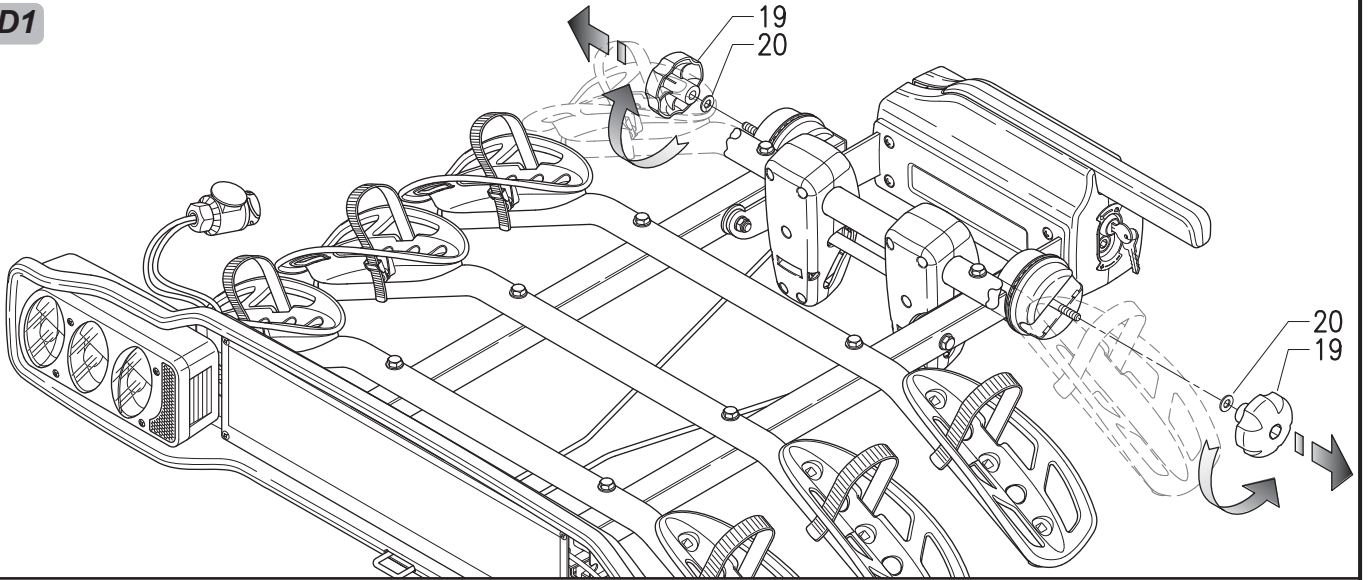

Fig. D2
- 2) Die Stopfen 3 in die Tragbügel 4 (Abb. A) und den Befestigungsbügel 5 einfügen (Abb. D2).
- Die Schritte 1, 2 (nur für art. 706/4) und 3 ausführen (Abb. D2);